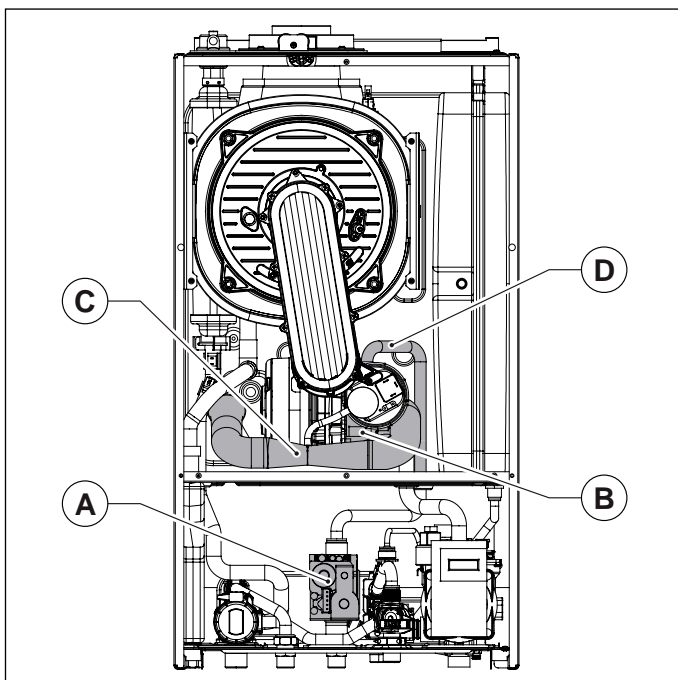

Fig. 41 Marmitta di aspirazione
- Rimuovere la marmitta di aspirazione, avendo cura di svitare prima la vite che la fissa al miscelatore (vedi Fig. 41 Marmitta di aspirazione).
- Scollegare il tubo gas dal miscelatore (vedi Fig. 41 Marmitta di aspirazione).